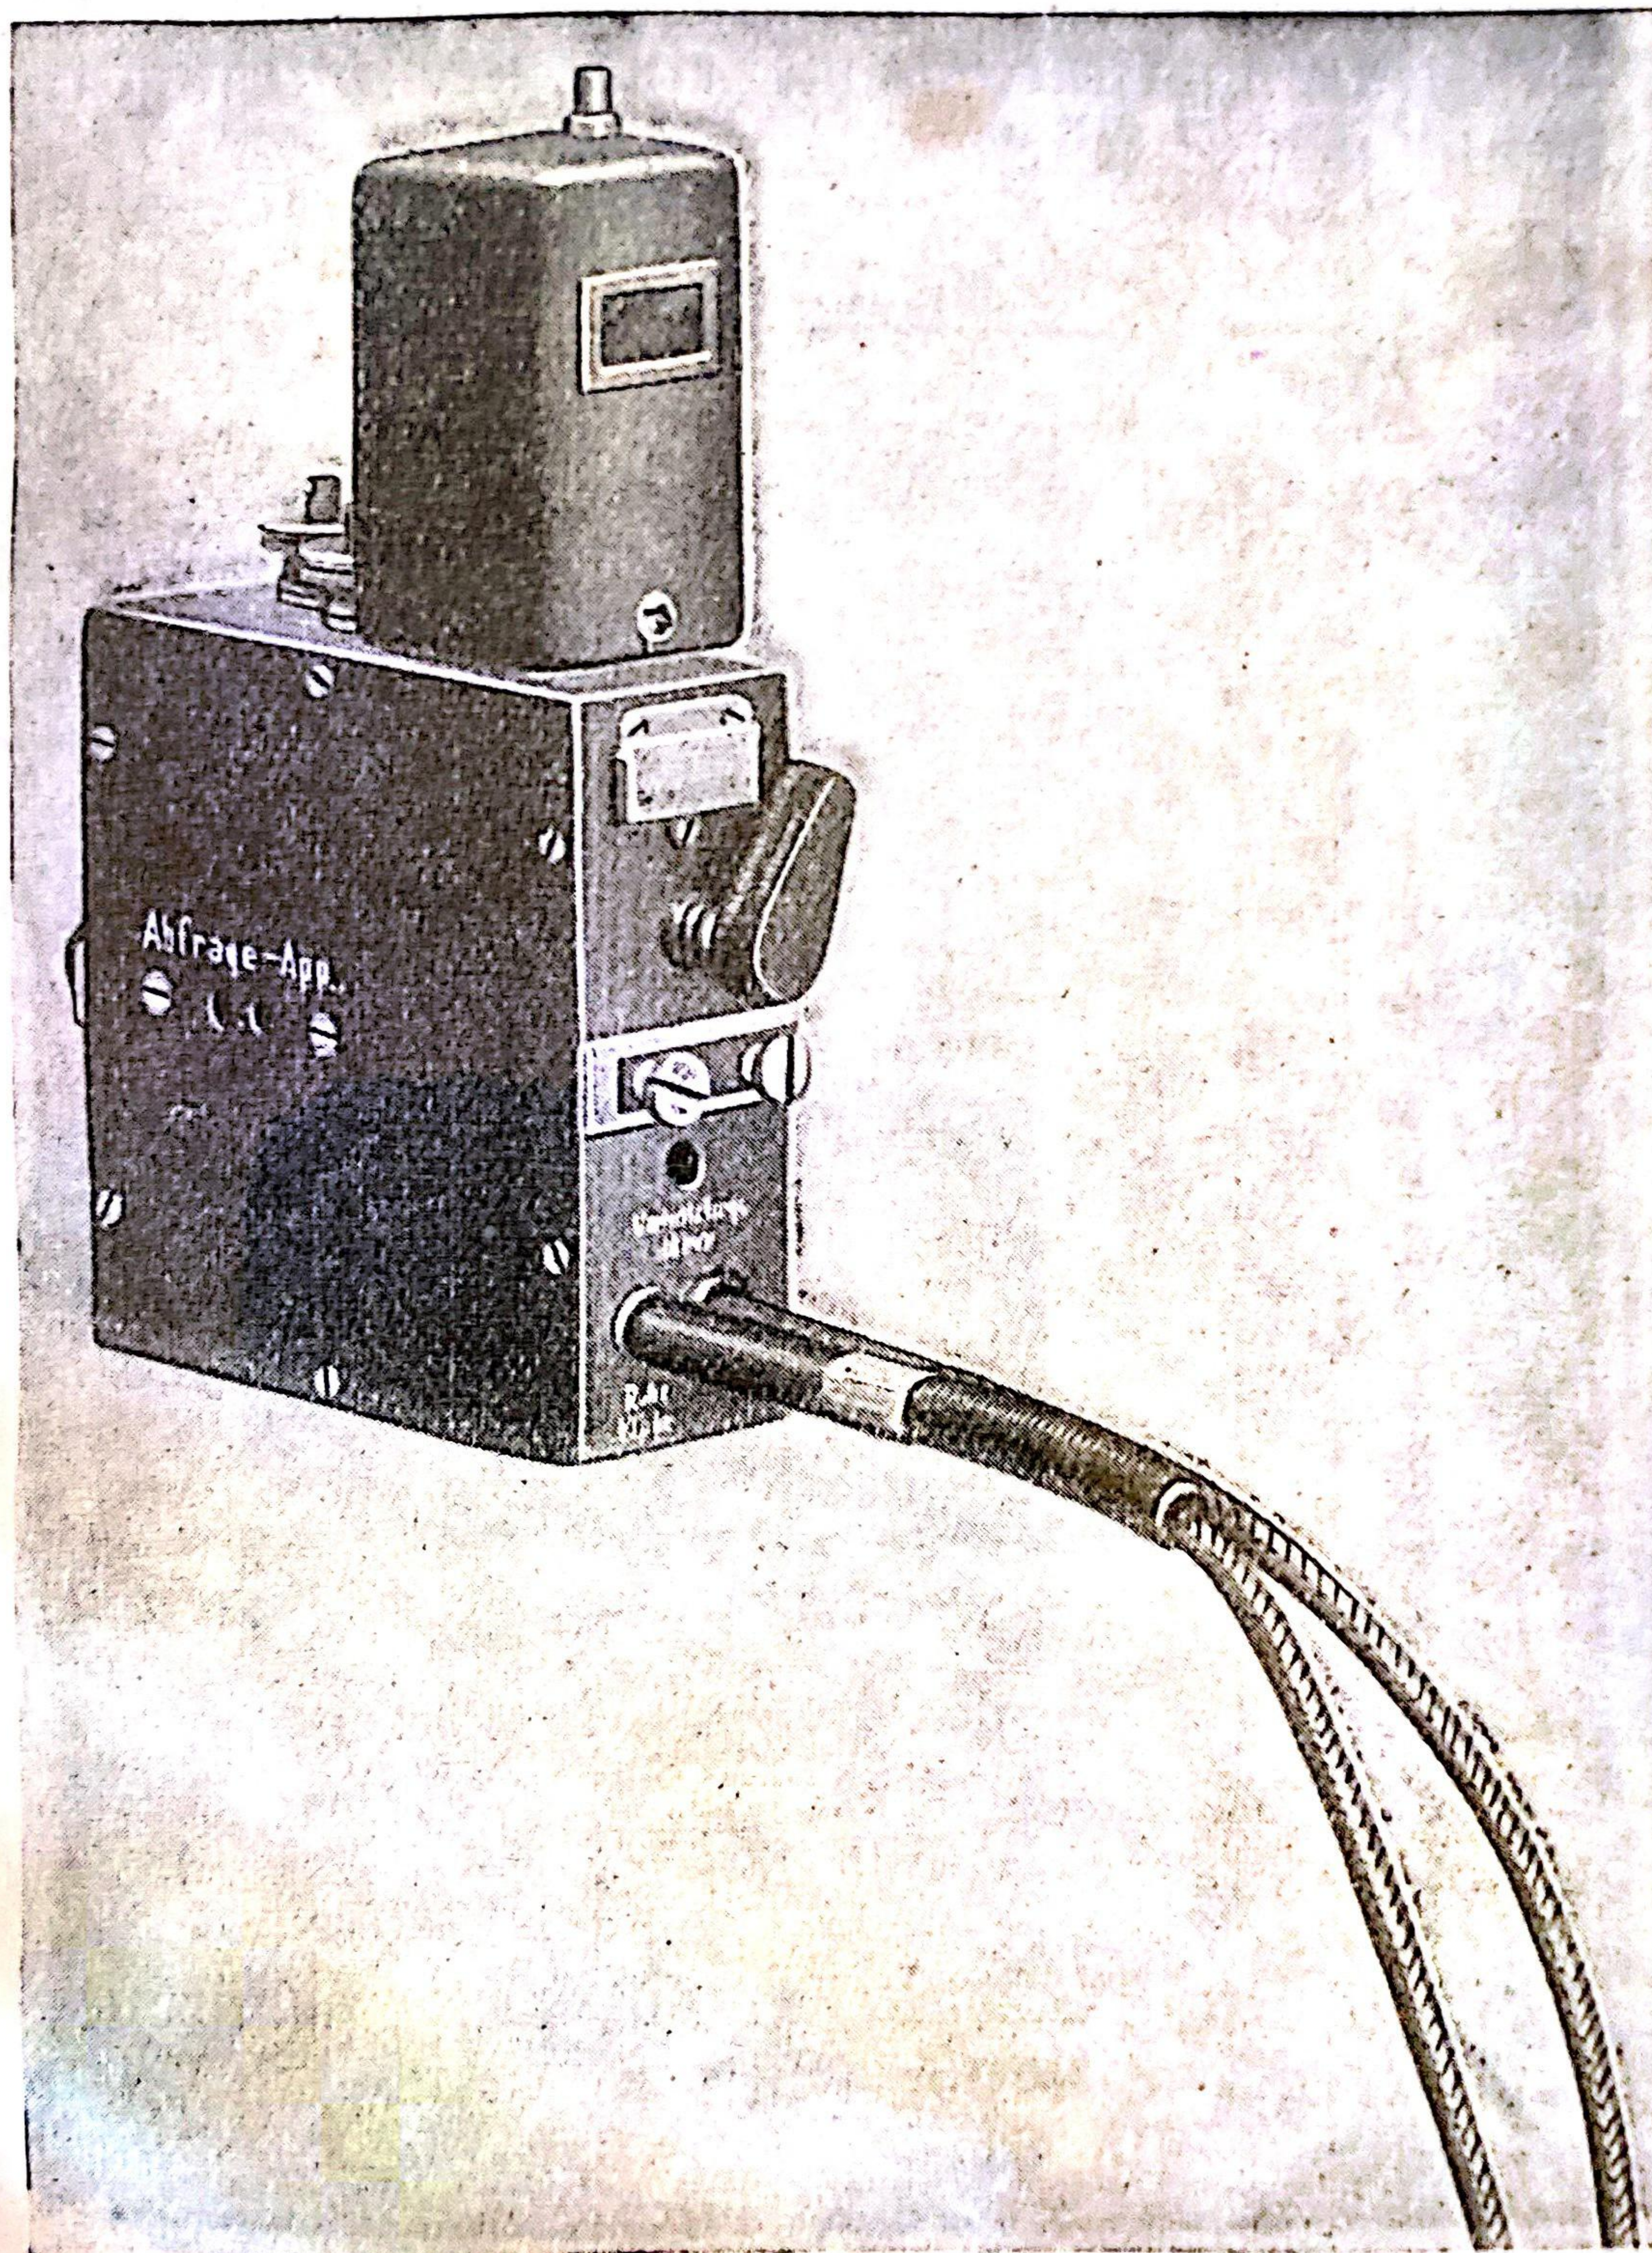

Bild 12.
28. Das Vermittlungskästchen (Bild 12) enthält: Ein Klemmenpaar zum Anlegen der Leitung, ein Buchsenpaar zum Anschalten der Anrufvorrichtung, eine Abfragetaste, Verbin-